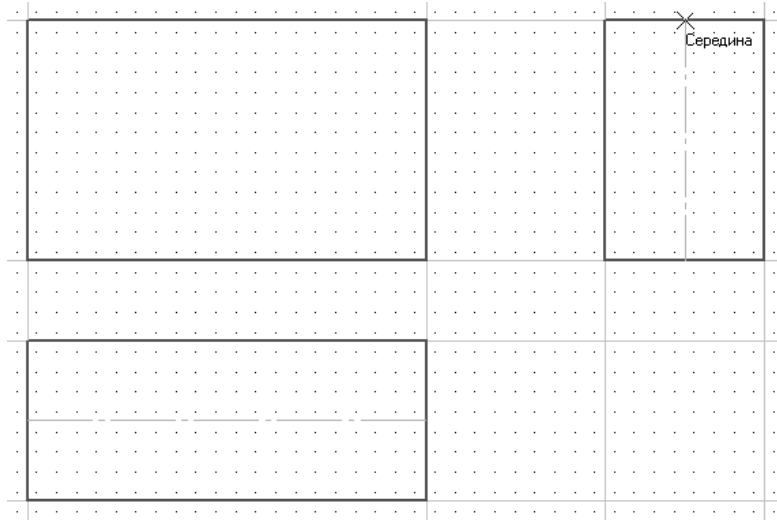

Рис. 52. Построение осевых линий в габаритных прямоугольниках
13. Постройте осевые линии на видах сверху и слева (рис. 52). Объектные привязки при построении отрезков осевых прямых отслеживают середину сторон прямоугольников.